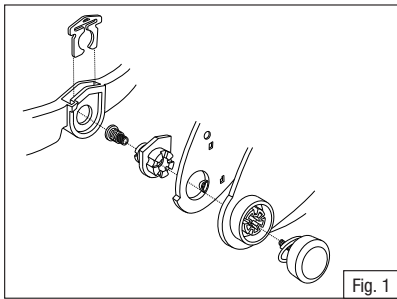

Fig. 1
## Installing the Cam Mechanisms (Fig. 1)
1. Fit the wide-view faceshield over the helmet so that the cam spring on the faceshield fits into the mating groove on the cam. (Fig. 1)
## Installation des mécanismes à cames (Fig. 1)
1. Placer l'écran facial à grande visibilité par-dessus le casque de manière que le ressort de came situé sur l'écran facial s'engage dans la coche de la came. (Fig. 1)
## Instalación de los mecanismos de las levas (Fig. 1)
1. Coloque el protector facial de campo visual ancho sobre el casco de manera que la leva con resorte en el protector facial calce en la ranura correspondiente sobre la leva. (Fig. 1)
## Instalando o mecanismo da rosca (Fig. 1)
1. Encaixe o visor ampla visão sobre o capacete encaixando a mola do visor no entalhe. (Fig. 1)